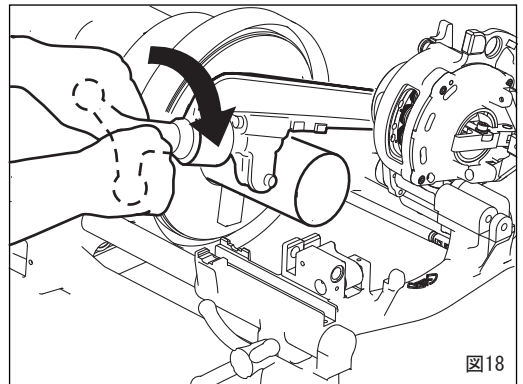

図18
10. 切断作業 (図18)
- ① 転造ヘッドを起こしてください。
- ② パイプの切断箇所を定めてパイプをしっかり固定します。
- ③ パイプカッタをパイプ径より大きくひらいて図のようにあてがい、パイプの切断箇所にカッタの刃を合わせてハンドルでローラーと刃がかかるあたるところまで近付けてください。
- ④ スイッチを入れ、カッタハンドルをパイプ1回転で1/2以内の割合いで回してください。(図18) 切断のときに最初から強い力で切り込むと、パイプの切り口がだ円形にゆがみ、正しい真円のねじが切れない場合がありますから、切り始めは、軽く締めつけながら徐々に切断してください。